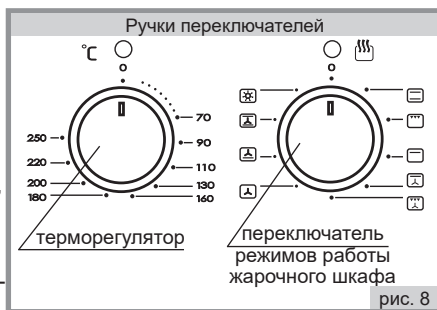

рис. 8
■ Для включения нагревательных элементов необходимо повернуть по часовой стрелке ручку терморегулятора (рис.8) и установить выбранный температурный интервал. При этом над ручкой загорается желтая сигнальная лампочка.